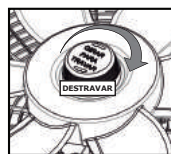

Figura 09
- Afrouxar a porca da hélice no eixo, girando-a no sentido horário conforme **figura 09**.